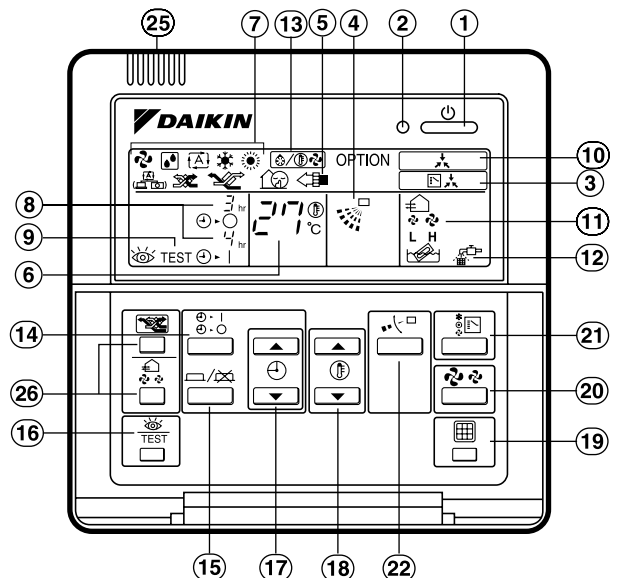

Fig.1
- La figure 1 montre la télécommande avec son couvercle ouvert.